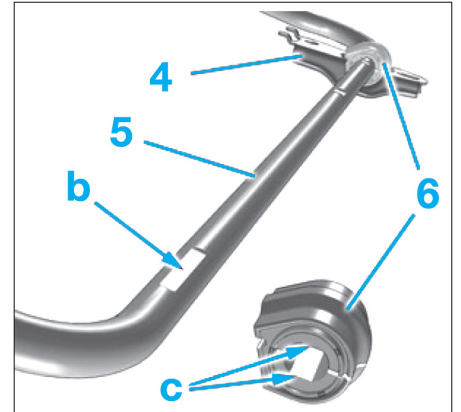

Fig. 11
Positionner la barre de façon à avoir le détrompeur de couleur sur la droite. Le positionnement latéral et horizontal est réalisé par deux méplats en "c" à l'intérieur du palier (6) et des empreintes en "b" sur la section de barre stabilisatrice (Fig.11).